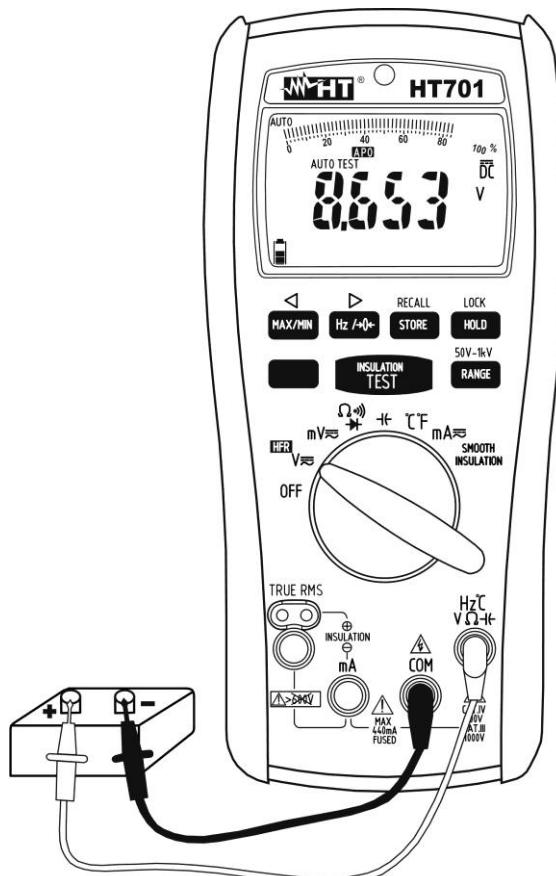

Abb. 2: Verwendung des Gerätes für Gleichspannungsmessung
4. Verbinden Sie die rote Messleitung mit der **Hz°CVΩHz** Eingangsbuchse, und die schwarze Messleitung mit der **COM** Eingangsbuchse (siehe Abb. 2)
7. Das Symbol "-" auf dem Display des Gerätes gibt an, dass die Spannung die umgekehrte Richtung mit Bezug auf die Verbindung in Abb. 2